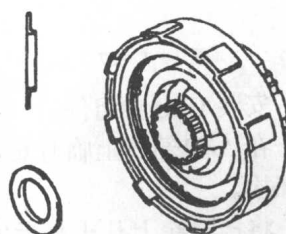

图 1-1-24
(1) 将挡圈涂上凡士林后安装在直接挡离合器上, 挡圈内径为 26.7mm, 外径为 44.5mm (图 1-1-24)。